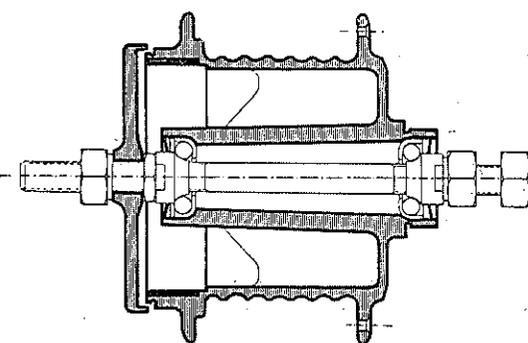

Fig. 1
a) Le corps de moyeu n° 1680-1 B dans sa première forme, c'est-à-dire avec canon central en retrait du plan du tambour de frein (voir figure 1) est épuisé et ne peut donc plus être fourni.